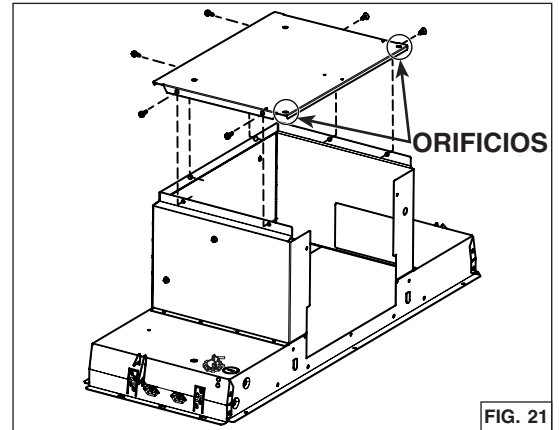

FIG. 21
8. Instale la placa trasera en la parte superior del aparato, donde estaba la placa de soporte del ventilador. Los orificios cerca de las esquinas deben encontrarse en la parte trasera del aparato. Sujétarla a la parte superior del aparato usando los 6 tornillos retirados previamente al paso 6 (FIG. 21).
Para un conducto redondo, use 4 tornillos para metales n.º 8-18 x 1/4 pulg. (incluidos) para fijar el adaptador/compuerta de 6 pulg. redondo (incluido) en la parte superior del aparato, sobre el orificio de salida del ventilador (FIG. 21).